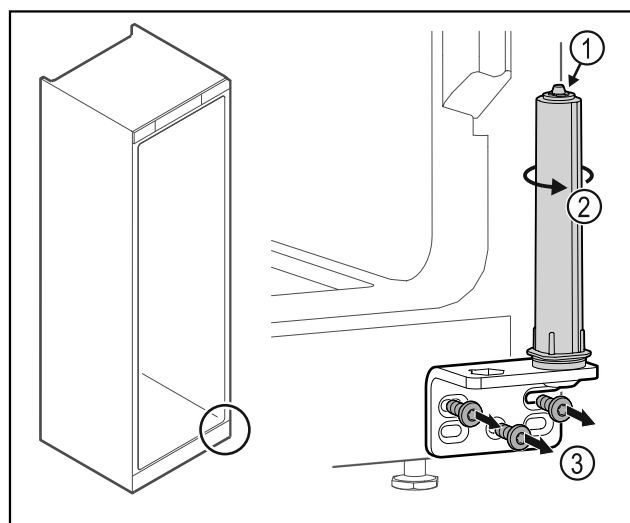

Fig. 28
- ▶ Nu dezasamblați sistemul de închidere al ușii Fig. 28 (1).
- ▶ Rotiți Fig. 28 (2) sistemul de închidere, până când face clic.
- ▶ Deșurubați Fig. 28 (3) colțarul balamalei.